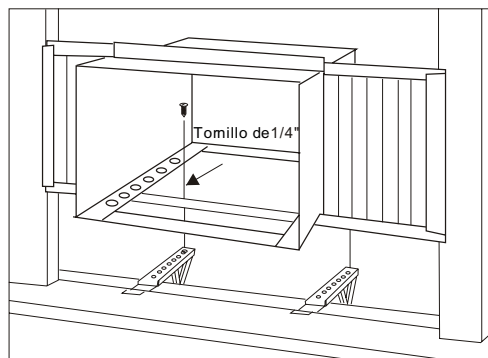

Fig. 10
A. Alinee un agujero de la parte inferior del gabinete con un agujero del soporte ensamblado. Sujete el gabinete al soporte ensamblado con 3 de los tornillos de 1/4" proporcionados. Repita el mismo procedimiento del otro lado del gabinete. Vea la (Fig. 10).